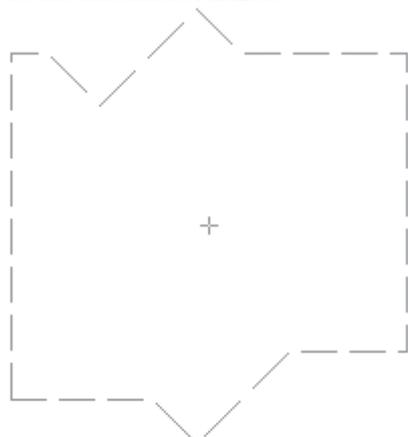

Рис. 3.20. Добавление плана в существующий чертеж
6. Сразу после нажатия кнопки fertig (Готово) и закрытия окна мастера проектов система перейдет в режим указания точки вставки плана в проект. При этом за указателем в окне плана будет перемещаться контурное изображение добавляемого плана, отрисованное красной пунктирной ломаной (рис. 3.20). Для фиксации плана на чертеже щелкните в требуемой точке кнопкой мыши.